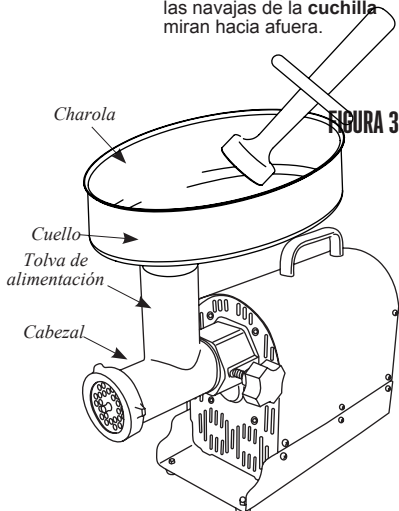

FIGURA 3
7. Inserte el cuello de la bandeja en la tolva de alimentación (**FIGURA 3**).
8. **NUNCA** opere el molino sin haber asegurado la bandeja en su lugar (Figura 3).